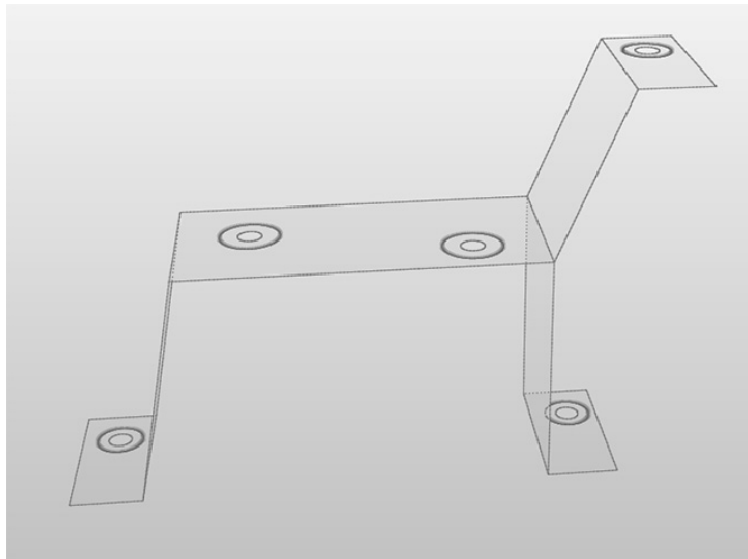

图 14-7
- 5) 找到的接触在零件共有的边界上以粗红线表示，如图 14-7 所示。Inspire 采用零件到零件的接触定义，Boss 区域和主要结构位于独立的零件中，这是理想的做法。